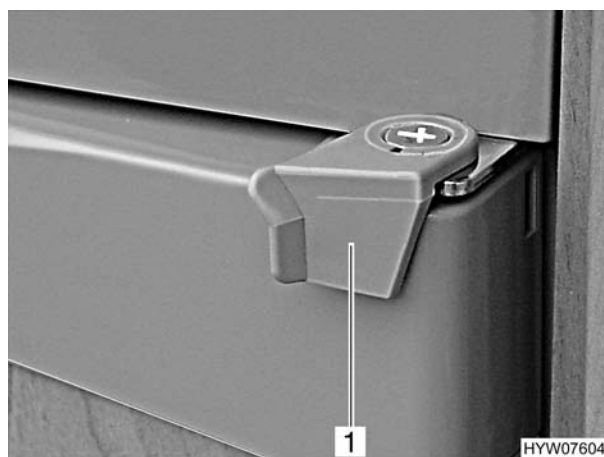

Fig. 171 Bloccaggio della porta del frigorifero, chiuso
- Girare il bloccaggio (Fig. 171,1) verso l'esterno.